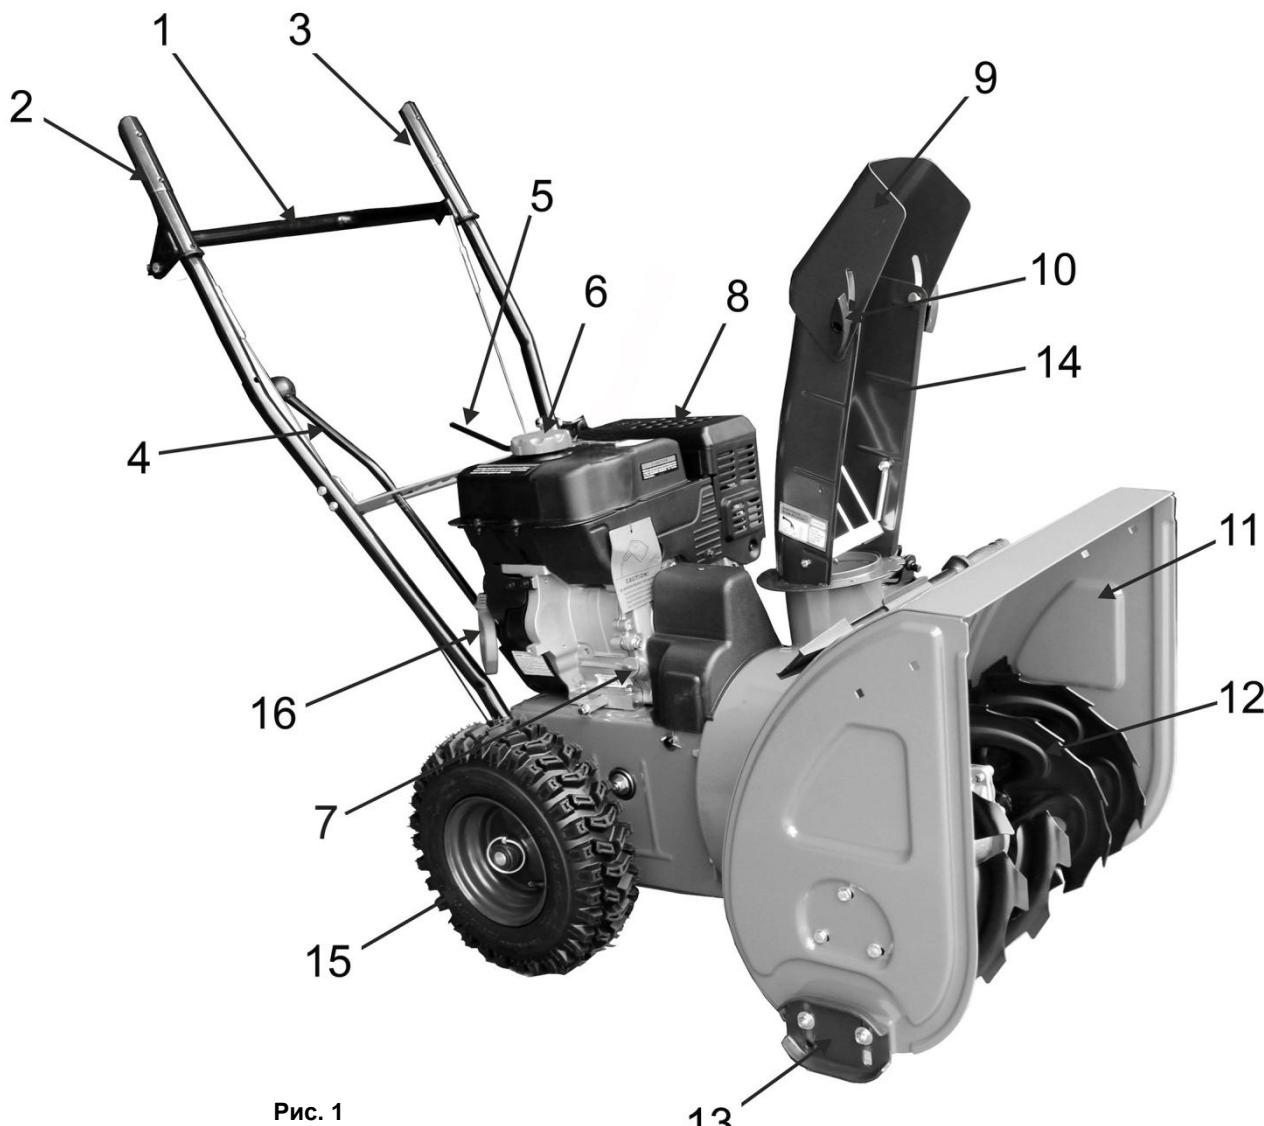
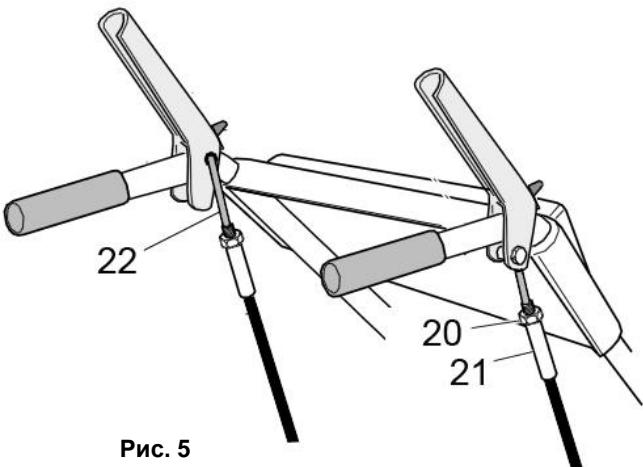

Рис. 1
Рис. 5
- Снегоуборщик вращением лопастей шнека (12)(См. Рис.1) убирает снежный покров с ровных площадей, и через снегоотвод (14) выбрасывает его в выбранную сторону.
- Шнек (12)(См. Рис.1) - винтовой механизм в виде стержня с наклонными лопастями, приводимый в действие двигателем. Шнек захватывает, и транспортирует снежную массу внутрь снегоуборщика на врачающуюся
- Снегозаборник (11)(См. Рис.1) служит для захвата снега и направления его потока в рабочую зону снегоуборщика (на шнек).
#### **Рычаг привода колес (2)(См. Рис.1)**
- При нажатии рычага привода колес (2), включается система привода, и снегоуборщик начинает движение.
- При отпускании рычага привода колес (2), привод отключается, и снегоуборщик прекращает движение.
#### **Рычаг привода шнека (3)(См. Рис.1)**
- При нажатии рычага привода шнека (3), включается система привода, и лопасти шнека (12)(См. Рис.1) начинают вращение.
#### **Рычаг переключения скоростей (4)(См. Рис.1)**
- Для изменения скорости и направления движения: остановите снегоуборщик и вращение шнека, переведите рычаг (4)(См. Рис.1) в соответствующее выбранному режиму движения положение.
- Установите желоб снегоотвода (14)(См. Рис.1) на выпускной канал импеллера.
- Установить в отверстие на рычаге управления (2; 3)(См. Рис.1) верхний Z-образный конец троса (22)(См. Рис.5).
- Закрутите на резьбу Z-образного хвостовика втулку троса (21)(См. Рис.5). Закрутите гайку (20) к втулке (21).
- Нижний конец троса со спиральной пружиной (23)(См. Рис.5) закрепите на натяжном кронштейне. Гайкой (24) отрегулируйте допуск троса.
- Установите/замените ограничительные башмаки (13)(См. Рис.1; 7) с каждой стороны снегозаборника.
- Рычаги приводов колес и шнека (2) и (3) должны прижиматься к рукояткам руля управления (1)(См. Рис.1) без чрезмерных усилий.